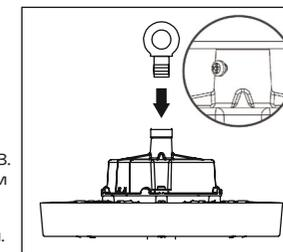

Рис. 1
- 5.11.2 Вставьте рым-болт из комплекта поставки осветительного прибора в специальное отверстие в верхней части корпуса и надежно затяните, затем надежно затяните установочный винт, чтобы предотвратить ослабление крепления рым-болта (рис. 1).